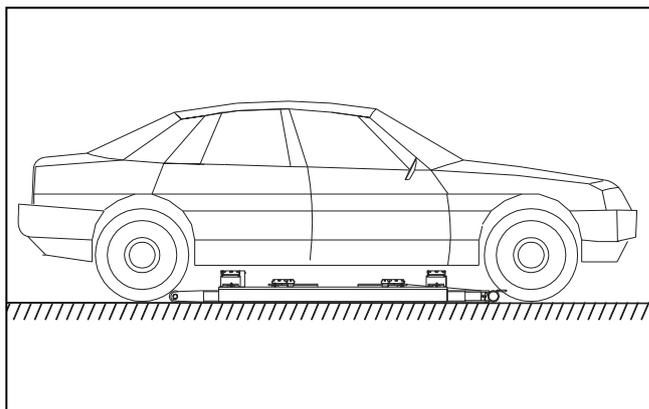

Fig. 4
- Certifique-se de que o veículo está posicionado corretamente. (Fig. 4)